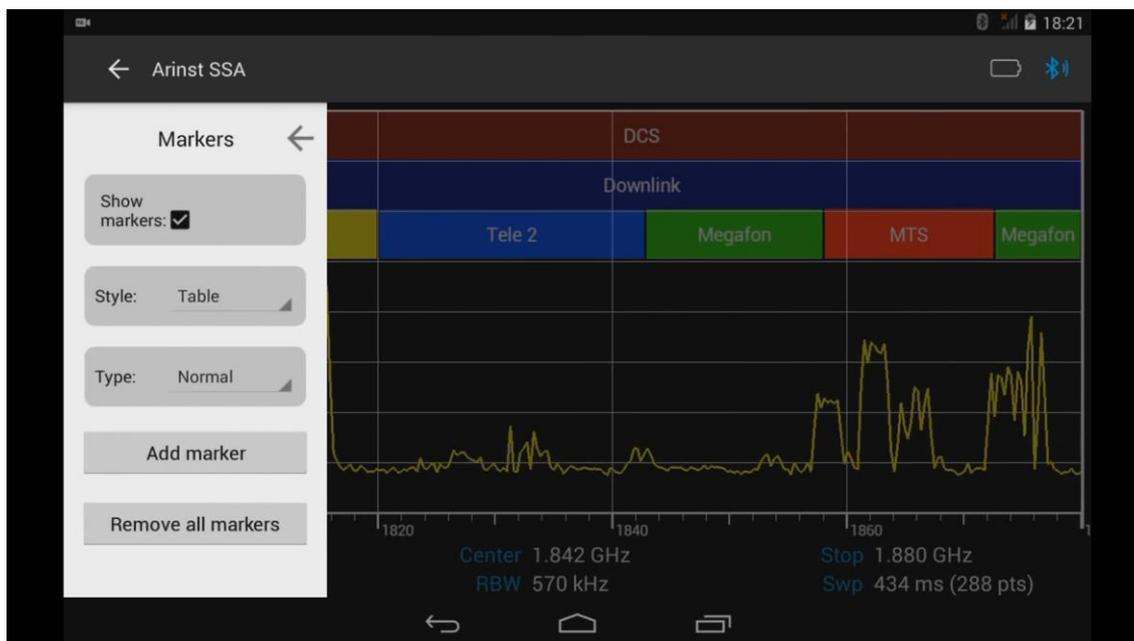

Рисунок 39 – Меню выбора типа маркерных измерений
8.7.1. Из главного меню управляющей программы войдите в меню выбора типа маркерных измерений **Markers** (Рисунок 39).